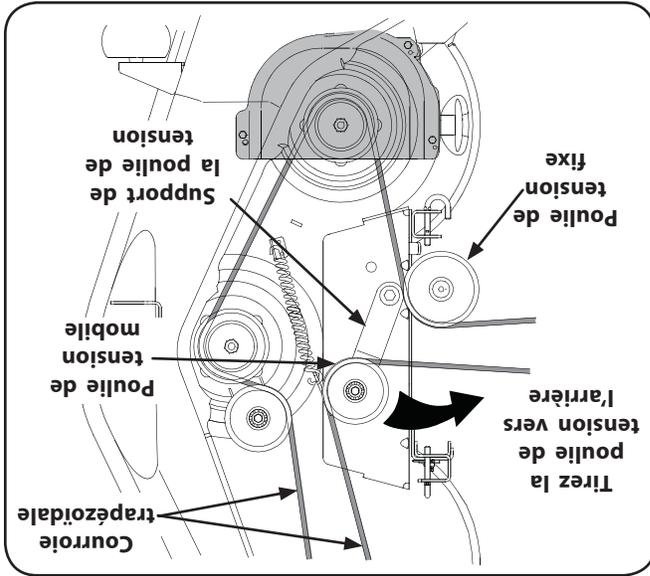

Figure 7-3
1. Amenez l'arrière de la courroie sur la poulie de tension fixe. Voir la Figure 7-3.
2. Du milieu du tracteur, faites pivoter le support de la poulie de tension et la poulie mobile vers l'arrière contre la tension du ressort et glissez l'arrière de la courroie sur la poulie de tension mobile. Voir la Figure 7-3.
4. Vérifiez que la courroie trapézoïdale passe bien sur les poulies à fusée du plateau de coupe et que l'arrière de la courroie est bien appuyé contre les poulies de tension fixe et mobile. Voir la Figure 7-3.
1. Utilisez la manette de relevage du plateau de coupe pour relever celui-ci à la position la plus haute qui procure la position la plus horizontale de la courroie entre les poulies de tension du plateau de coupe et la poulie de tension et la poulie de tension mobile de l'arrière pour l'éloigner suffisamment de l'arrière de la courroie trapézoïdale et pouvoir ainsi dégager la courroie de la poulie de tension. Voir la Figure 7-3.
2. Du milieu du tracteur, faites pivoter le support de la poulie de tension et la poulie de tension mobile vers l'arrière pour l'éloigner suffisamment de l'arrière de la courroie trapézoïdale et pouvoir ainsi dégager la courroie de la poulie de tension. Voir la Figure 7-3.